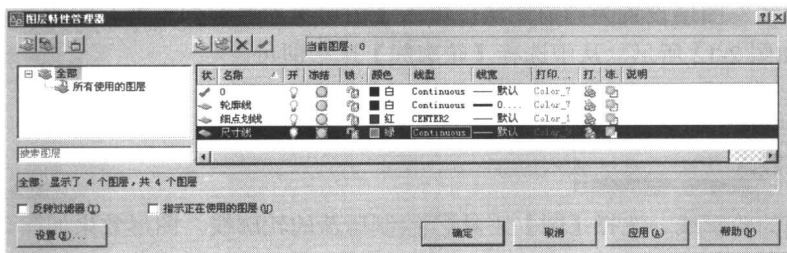

图 2-8
⑩ 设置“细点划线”图层的线宽。将“细点划线”图层的线宽设置为【默认】选项。
⑪ 创建“尺寸线”图层。在【图层特性管理器】对话框中，单击【新建图层】按钮，在【名称】文本框中输入图层的名称“尺寸线”，完成后按【Enter】键。
⑫ 设置“尺寸线”图层的颜色、线型以及线宽。将“尺寸线”图层的颜色设置为【绿】选项，线型设置为【Continuous】选项，线宽设置为【默认】选项，完成后【图层特性管理器】对话框如图 2-8 所示，单击【确定】按钮即可将其关闭。